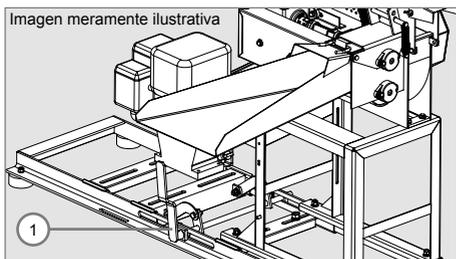

Figura 6
- ✓ El motor deberá accionarse solo si la palanca (1) del tensor de correa está en la posición de alivio, es decir, sin tensionar la correa, como muestra la Figura 6.